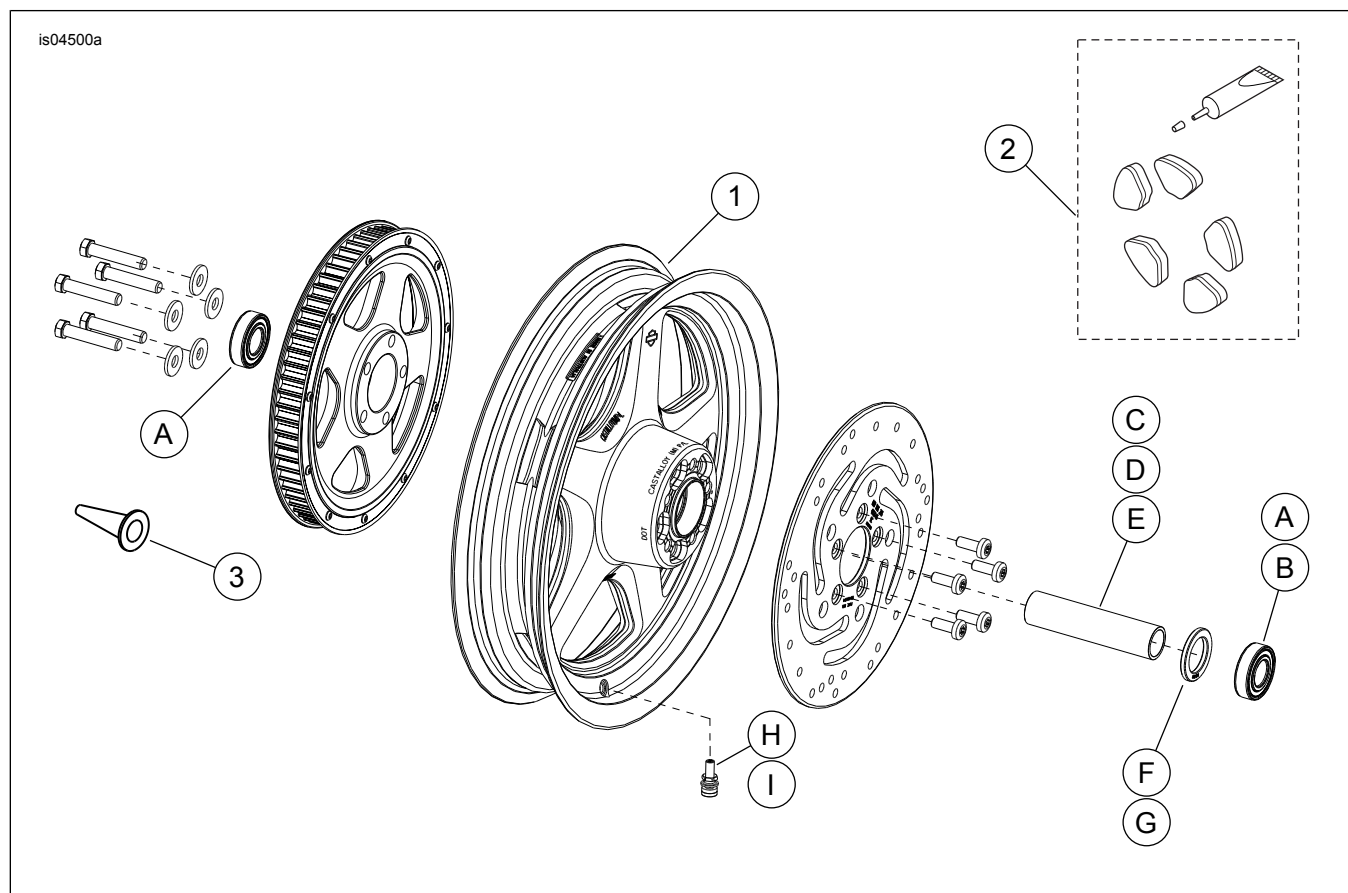

Figure 1. Pièces de rechange : Roues arrière Thunderstar
Voir Figure 1 et Tableau 2.
2. Voir Figure 1. Poser l'ensemble de tige de valve (H ou I) sur la roue. Se reporter au manuel d'entretien.